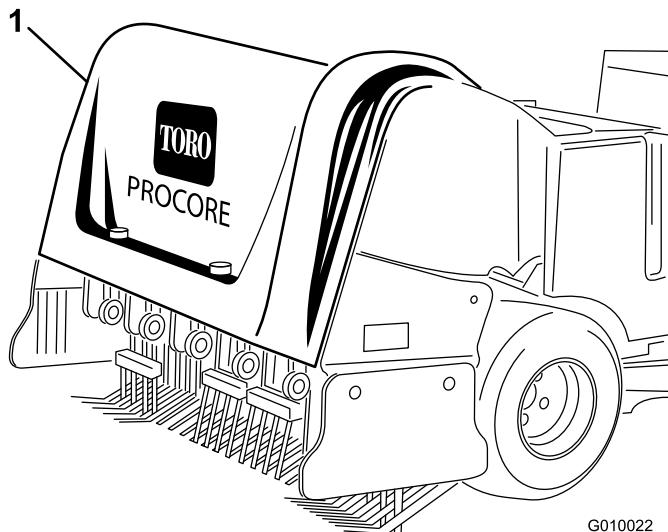

Figura 7
1. Fixe a placa do capot ao capot traseiro com 3 rebites emergentes (Figura 7 e Figura 8).